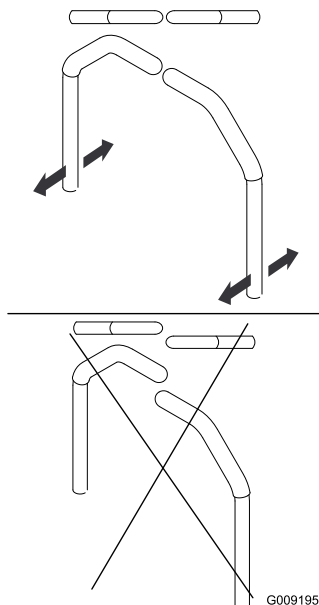

Figure 97
4. Réglez l'alignement avant/arrière des leviers en les plaçant tous deux à la position POINT MORT, puis faites-les coulisser jusqu'à ce qu'ils soient alignés, et serrez les boulons (Figure 97).